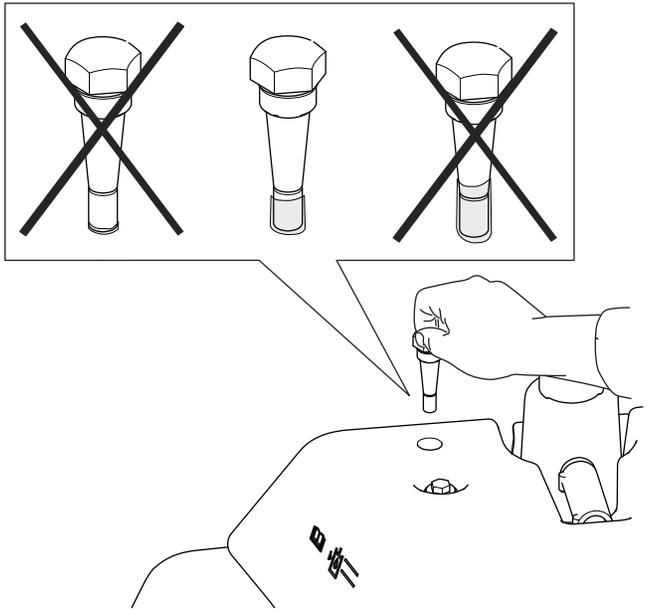

図 56
4. ディップスティックを抜いて油量を点検する。オイル量が2本のマークの間であれば油量は適正である。油量が2つのマークの間でない場合は適正に調整する **図 56**。